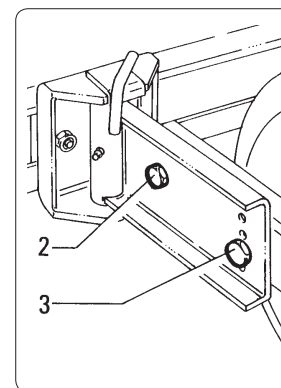

fig. 5.2.2
**5.2.2 - Réglage des roues fig. 5.2.2**